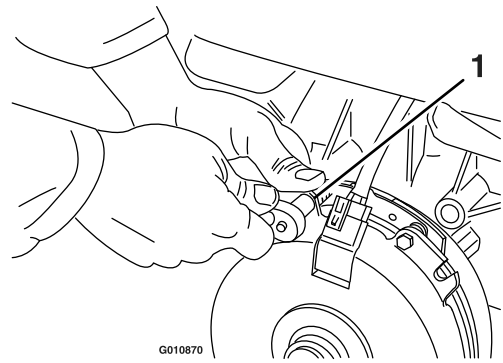

Figure 71
- A. Desserrez les boulons de fixation du frein d'un demi-tour à un tour complet, comme montré à la Figure 71.